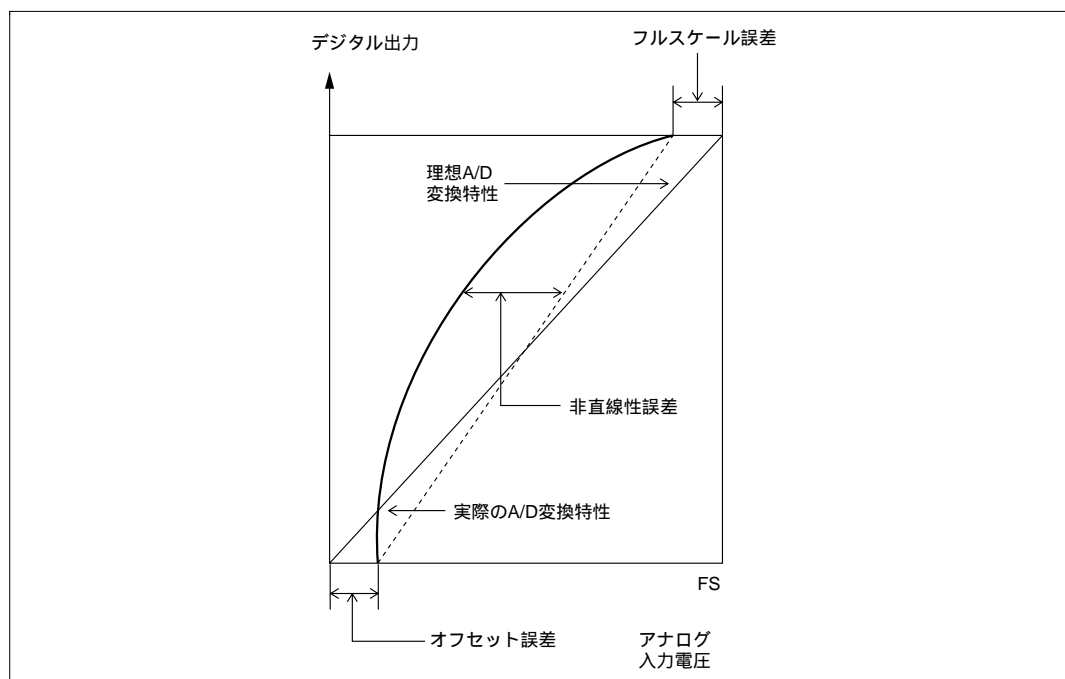

図 15.10 A/D 変換精度の定義 (2)
- ・ オフセット誤差.....デジタル出力が最小電圧値 0000000000 から 0000000001 に変化するときのアナログ入力電圧値の理想 A/D 変換特性からの偏差（図 15.10）。
- ・ フルスケール誤差...デジタル出力が 1111111110 から 1111111111 に変化する時のアナログ入力電圧値の理想 A/D 変換特性からの偏差（図 15.10）。